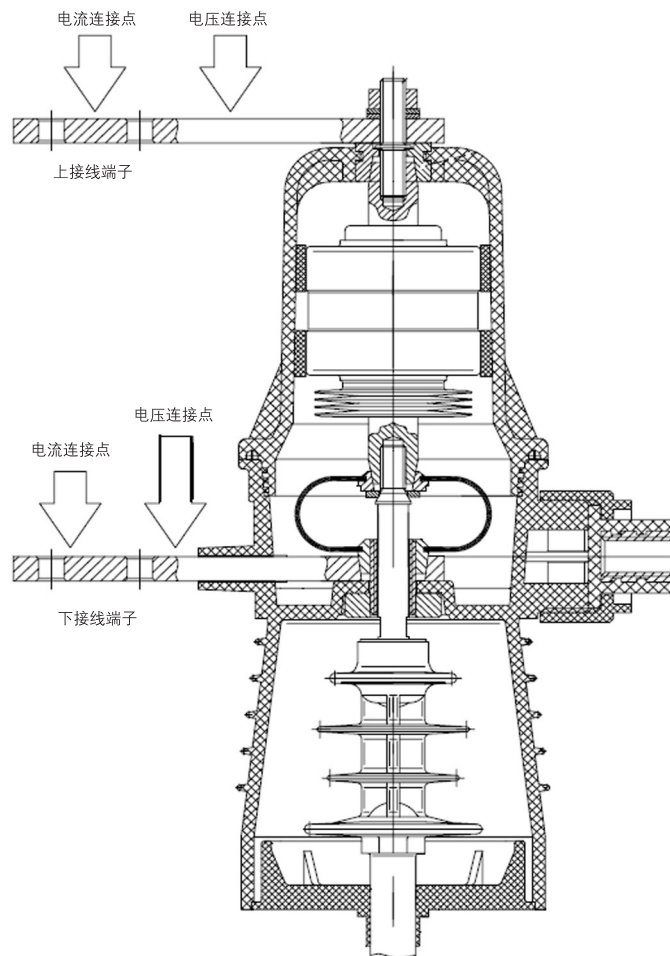

图72 主回路电阻连接点示意
主回路电阻测试电流不小于50A。避免增加测量误差，电压探头尽可能靠近主回路以减少额外的接触电阻，如图72。
9. 主回路电阻测量。主回路电阻为上下出线端子（图72）。主回路电阻必须不大于列于第10章节中规定值。